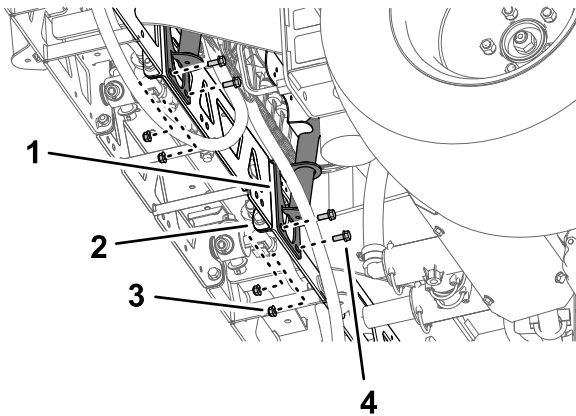
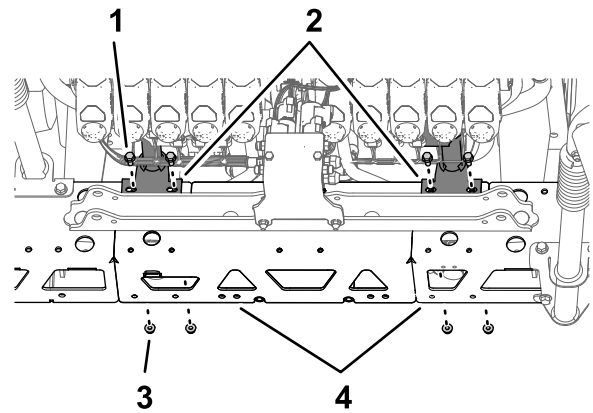

Bild 109
Bild 110
2. Fluchten Sie die Löcher in der Befestigungshalterung der Ventilbefestigung mit den Löchern im Trägersrahmen des mittleren Sprühabschnitts aus Bild 109.
3. Befestigen Sie die Ventilbefestigung mit vier Schrauben (5/16" x 3/4") und vier Sicherungsbundmuttern (5/16") am Trägersrahmen (Bild 109 und Bild 110).